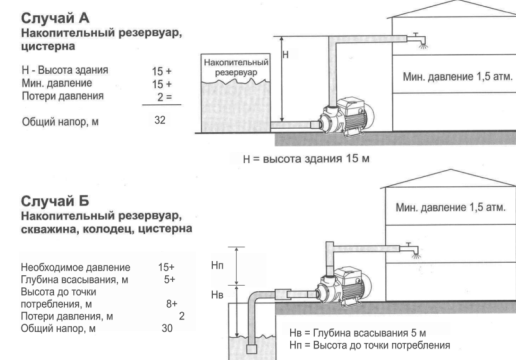

Рис. 1. Типовые схемы водоснабжения с использованием вихревого насоса.
1. Присоедините всасывающий трубопровод с обратным клапаном к всасывающему патрубку (рис. 1). Для установки всасывающего трубопровода используйте шланг или трубу такого же диаметра, что и всасывающий патрубок насоса. Если высота всасывания больше чем 4 м, используйте шланг (трубу) большего диаметра. Всасывающий трубопровод должен быть полностью непроницаемым для воздуха.